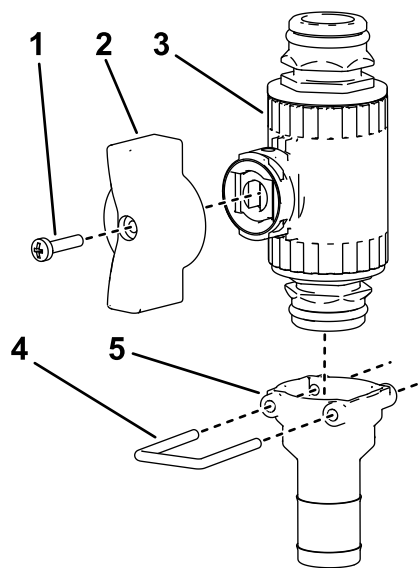

Figure 31
12. Montez le raccord droit sur l'autre vanne de commande droite au moyen de l'étrier, comme montré à la Figure 31.